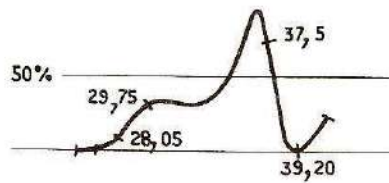

Fig. 24
2. Visser 328 pour obtenir la courbe de la figure 24.